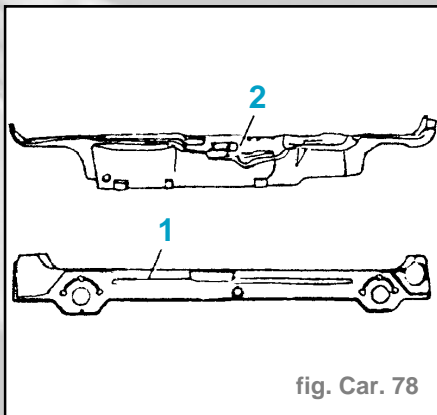

fig. Car. 78
- Partie extérieure (1) partie intérieure (2) de jupe arrière (fig. Car. 78).